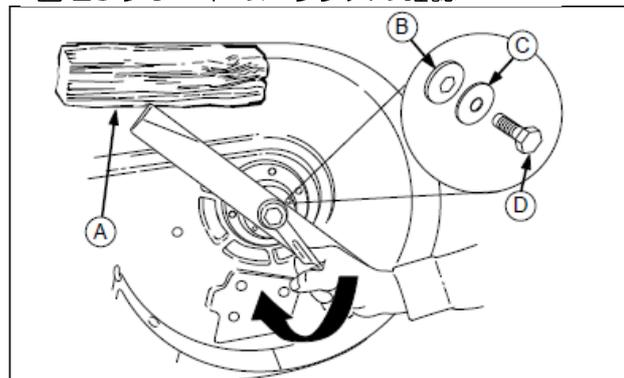

図 26 ブレードの取付- 38”,44”,50” モア
3. **38”、44” 及び50”モア:** キャップスクリュー(図 26 の D)、スプリングワッシャ(C)、スプリングワッシャ(B)を外します。
6. 図 26 に示すように、ブレードを取り付けます。ブレードが回転しないように、木のブロックを使用して、キャップスクリュー(D)、カップワッシャ(C)、ヘックスワッシャ(B)を取り付けます。締め付けトルクは、61~75Nm です。
7. **38”、44” 及び50”モア:** スプリングワッシャ(図 26 の B)、スプリングワッシャ(C)、キャップスクリュー(D)を取り付けます。木片(A)でブレードが回らないようにしてキャップスクリュー(D)を61-75Nmのトルクで締めます。